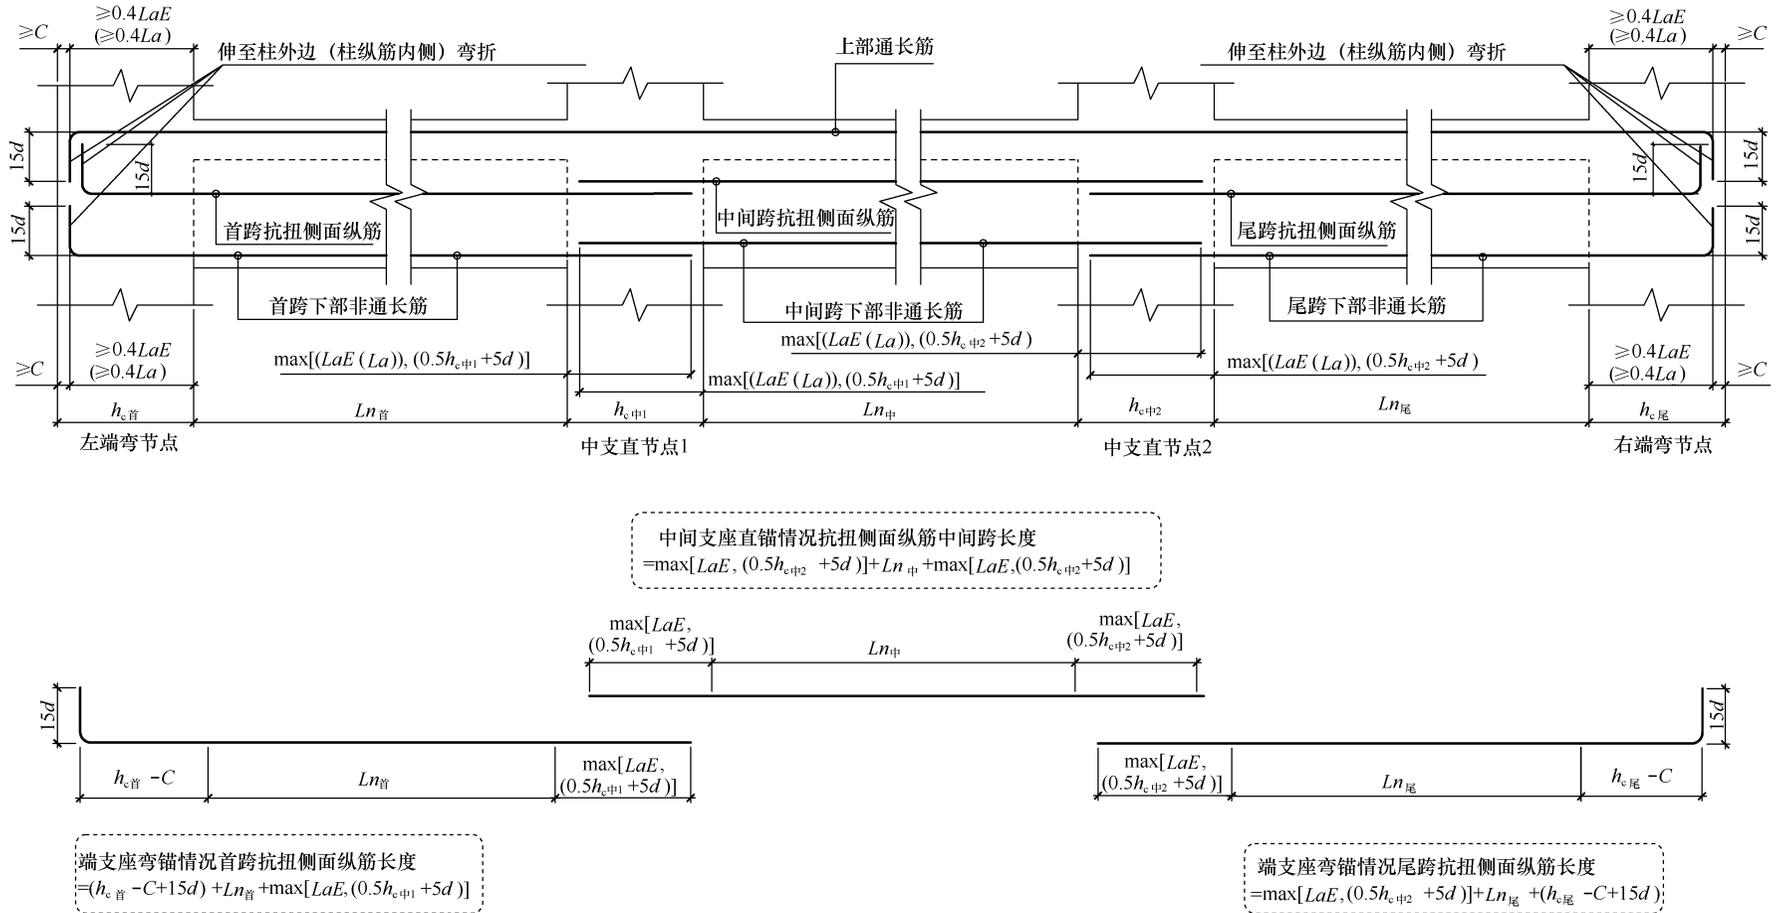

图 1.3.23 楼层框架梁侧面抗扭纵筋弯锚情况长度计算图（每跨设置）
a. 抗扭侧面构造纵筋每跨设置弯锚情况，计算方法如图 1.3.23 所示。